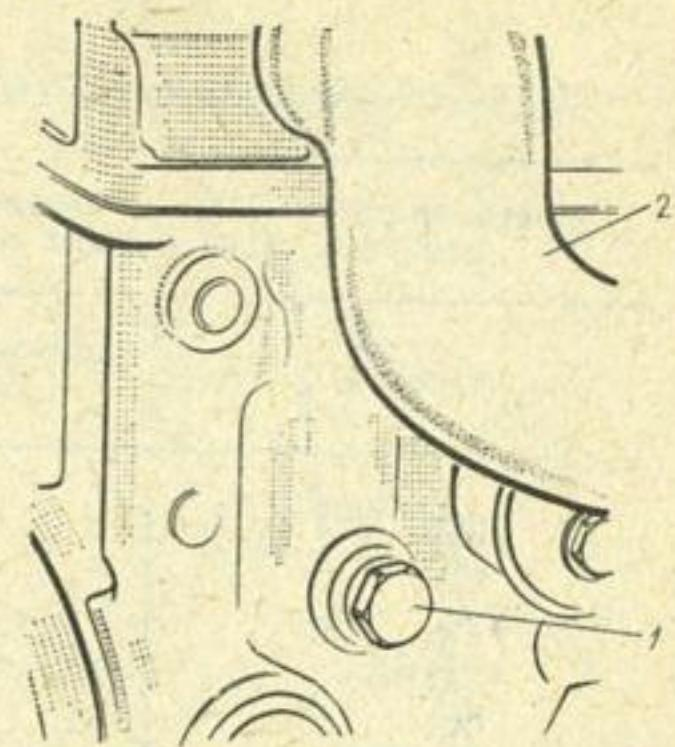

Рис. 50. Пробка сливного отверстия на стенке рубашки охлаждения блока цилиндров:
4. Выверните резьбовую пробку 1 (рис. 50) сливного отверстия на стенке рубашки охлаждения блока цилиндров.